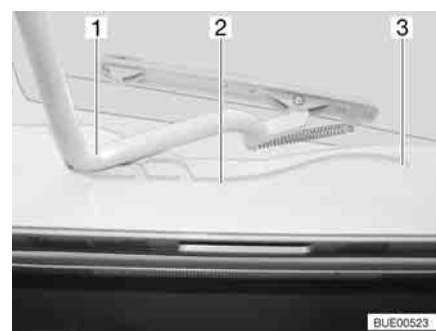

Fig. 38 Oblò Heki, guida
■ Tirare la staffa (Fig. 38,1) nelle guide (Fig. 38,2) fino alla posizione più all'indietro (Fig. 38,3).
- Spingere la staffa (Fig. 38,1) leggermente verso l'alto con ambedue le mani.
- Tirare la staffa nelle guide (Fig. 38,2) fino alla posizione desiderata.